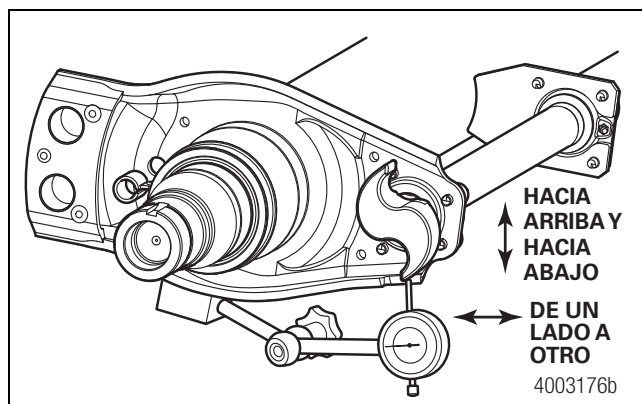

Figura 4.6
- Compruebe el juego axial del eje de levas, tanto vertical como horizontal. Si el movimiento total es superior a 0.030 de pulgada (0.76 mm) en cualquiera de las direcciones, cambie los bujes o el eje de levas según se detalla en la Sección 11. Figura 4.6.